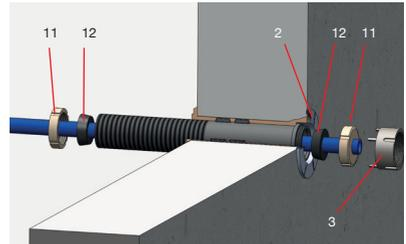

Abb. 6 Vormontage der Überwurfverschraubung und Keilgummidichtung mithilfe des Montagewerkzeugs
Nach Erhärten des Verguss-Mörtels (ca. 20 min.) kann das Verguss-Set entfernt werden. Die Einfüllöffnung an der inneren Wandscheibe wird gem. Abb. 6 (2) mit der beiliegenden Kunststoffkappe verschlossen.
- Beim Einschleiben der Rohrleitung und optional des LWL-Schutzrohres die Überwurfverschraubungen (11) und Keilgummidichtungen (12) bzw. (12a) gemäß Abb. 6 vormontieren.
- Keilgummidichtungen (12) bzw. (12a) in die offenen Enden der Mauerdurchführung schieben.
- Anschließend die Überwurfverschraubungen (11) beidseitig mithilfe des Montagewerkzeuges (3) und Kontermutterschlüssels (9) fest an der Mauerdurchführung verschrauben.